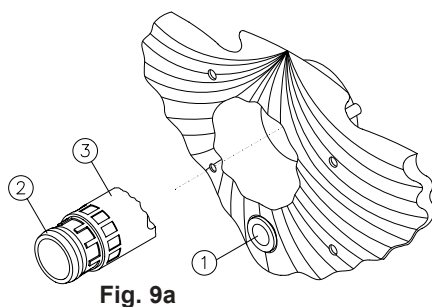

Fig. 9a
Dall'interno della piscina si mette in marcia l'HIDROJET, premendo l'interruttore pneumatico (n.1, Fig. 9a-9b). Con il dispositivo in marcia potremo ottenere una corrente di sola acqua o acqua mescolata con aria; quest'ultima si ottiene manipolando gli ugelli della parte frontale (vedi figura 9a-9b), come indicato qui di seguito:
- Corrente tutta acqua: Otterremo la portata massima di acqua, girando completamente l'ugello interno (n.2, Fig. 9a-9b) a sinistra. Si ridurrà la portata, quindi, girando lo stesso verso destra.
- Corrente acqua con aria: Per regolare o eliminare la quantità di aria, gireremo l'ugello esterno (n.3, Fig.9a-9b) verso destra o sinistra.